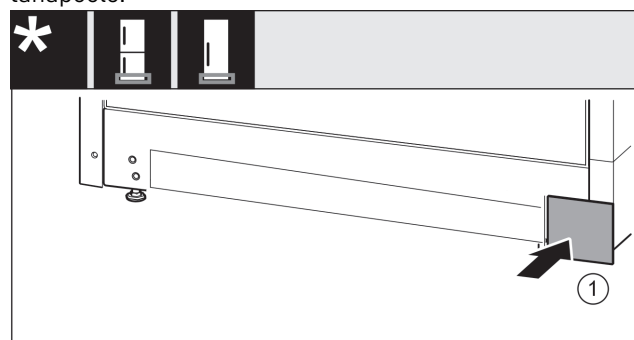

Fig. 18
- Pange kate Fig. 18 (1) teisel küljel taas peale.